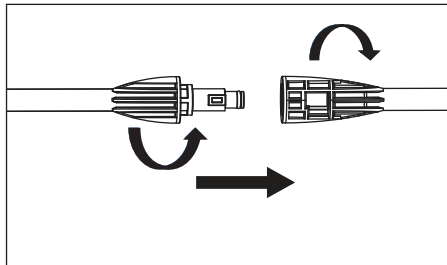

Figure 5 - Fixer la lance au pistolet
3. Fixer la lance au pistolet, tourner et verrouiller. Fixer la buse ou la bouteille de détergent à la lance en appuyant le bouton de raccord facile et en l'insérant dans le connecteur rapide de la lance (voir les figures 5, 6 et 7).